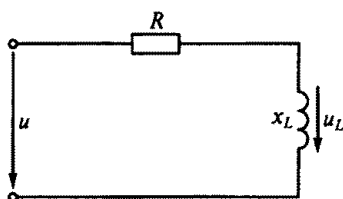

Рис. 100
3.56.Р. В цепи синусоидального тока на рис. 100 $R = 40$ Ом, $x_L = 40$ Ом. Каково будет мгновенное значение общего напряжения u на зажимах цепи, если напряжение на индуктивности $u_L = 240 \sin(\omega t + 150^\circ)$?